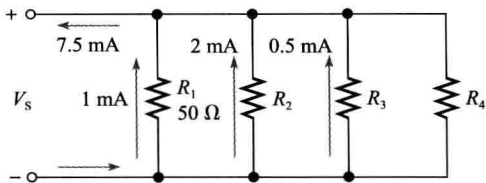

图 5-64 习题 31 图
31. 在图 5-64 所示的电路中, 请确定电阻值 R_2 、 R_3 和 R_4 。